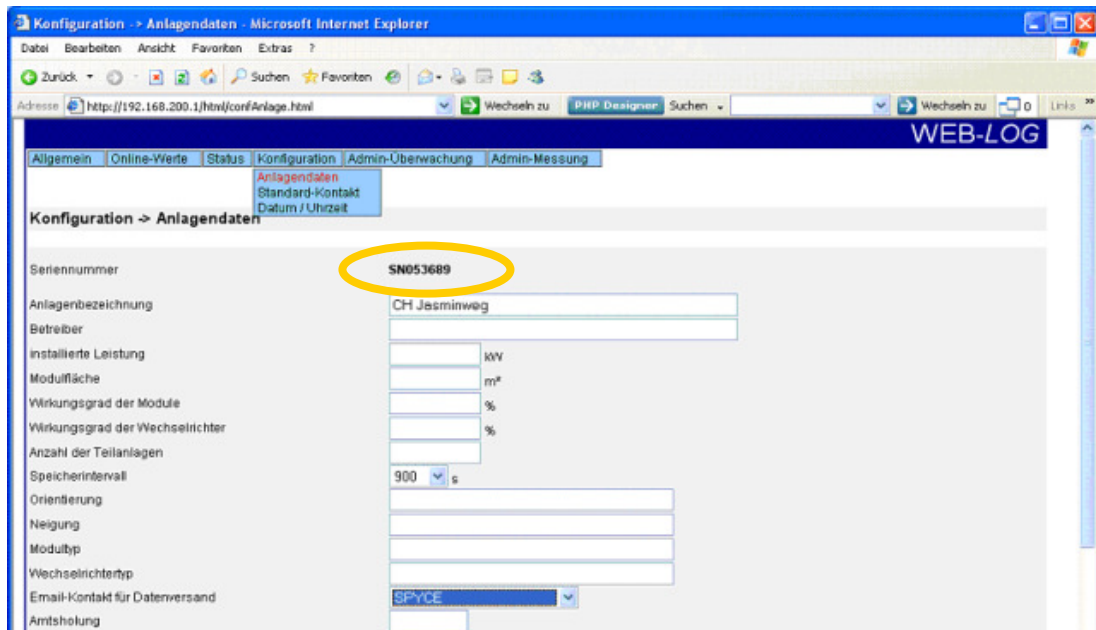

Abb. 4: Konfiguration Anlagenbezeichnung
- Geben sie die Logger Serien-Nr ein (Siehe Abb. 4:)
- Geben sie die Logger Serien-Nr ein (Siehe Abb. 4:).